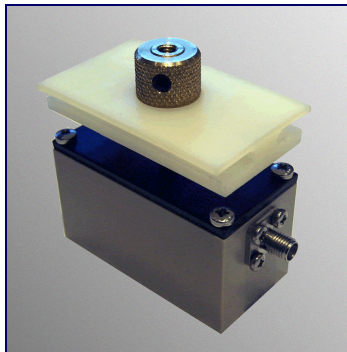

Abbildung 2.6
1. Befestigen Sie die Nylonplatten an den beiden Messwandlern, siehe Abbildung 2.6.